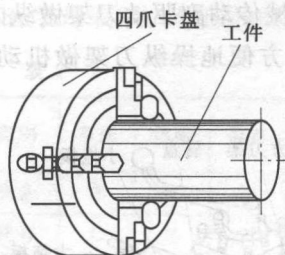

图 1-6 四爪卡盘
(2) 四爪卡盘(又称四爪单动卡盘)。四爪卡盘如图 1-6 所示。它有 4 个可以单独向内或向外移动的卡爪,既可以装夹圆形工件,也可以装夹外形不规则的工件,且夹紧力较大,但是装夹工件时必须进行找正,即校正工件回转轴线与主轴轴线重合或工件端面与主轴线垂直。